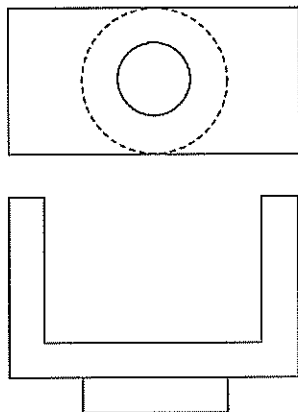
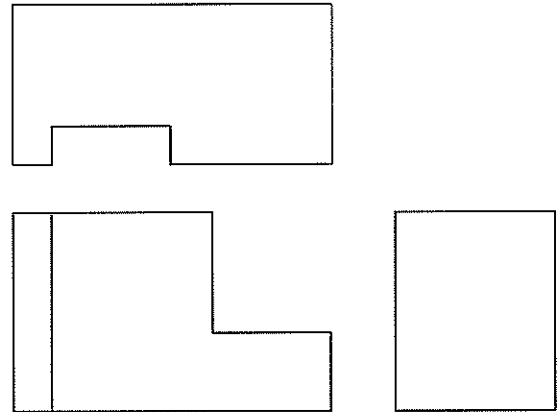

図 3 三面図 A
図 4 三面図 B
- ① () ② () ③ () ④ ()
⑤ () ⑥ () ⑦ () ⑧ ()
14. 三面図 A (図 3) と三面図 B (図 4) を表す線が一部抜けている。線を補充して三面図を完成せよ。